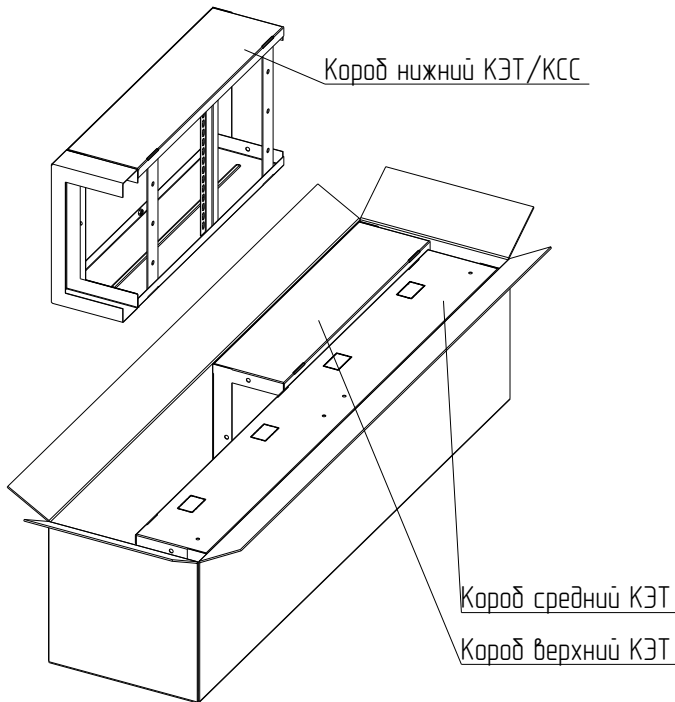

Рисунок 1
2.1 Извлеките «Короб нижний КЭТ/КСС» из упаковки «Короб КЭТ» (рисунок 1).